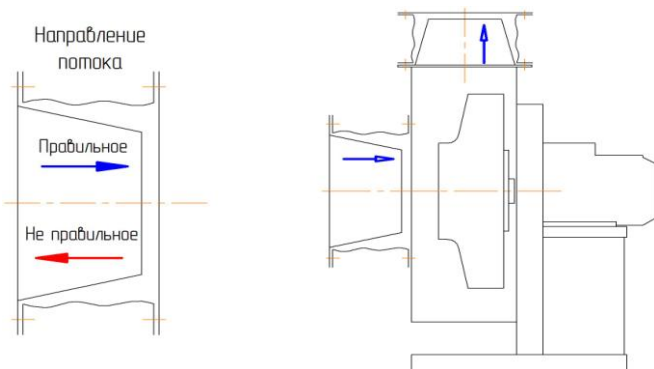

Рисунок 10 – Схема установки гибких вставок на вентилятор
**Следите за правильным монтажом гибких вставок.** Воздушный поток должен быть направлен вдоль конуса (Рисунок 10), в противном случае будет наблюдаться дополнительное сопротивление и потери.